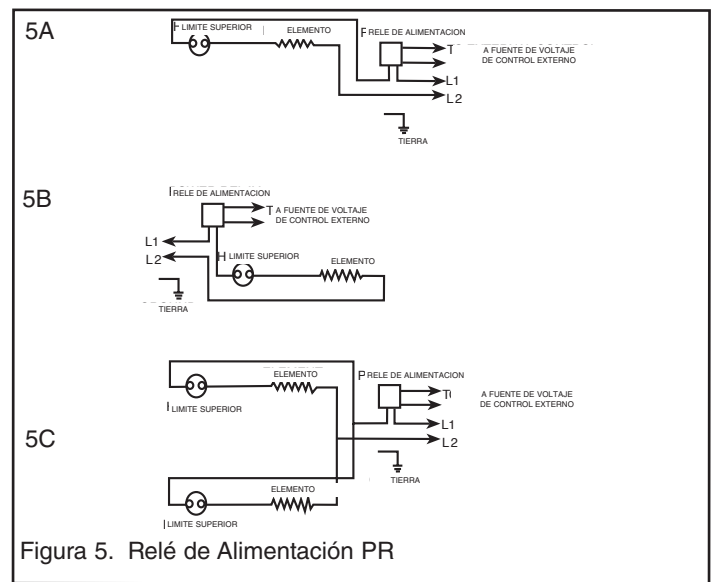

Figura 5. Relé de Alimentación PR
8. Después de que todas las conexiones eléctricas se hayan completado, instale el termostato tal y como se explica en el Manual del Propietario del Termostato. Conecte los cables del termostato a los cables rojo y blanco (refiérase al párrafo 5) con tuercas de cable apropiadas de acuerdo a los listados UL. Si va a conectar más calentadores al mismo termostato, refiérase al diagrama de cableado en la Figura 5.